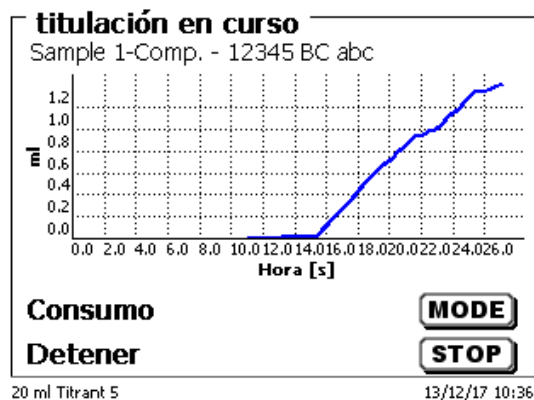

Fig. 54
- la curva de titulación en ml/tiempo [s] (Fig. 54).